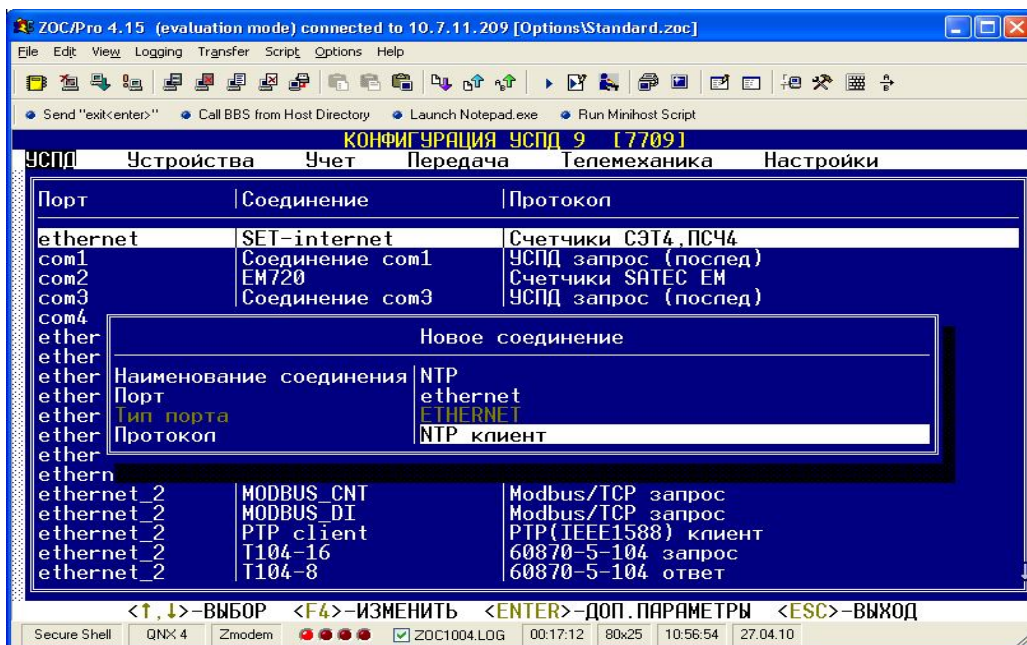

Рисунок 19
6.5.1.3. Проверьте наличие или создайте соединение в «Конфигурация» =>«УСПД»=> «Соединение» =>«Параметры соединения» с протоколом «NTP клиент» рисунок 19.